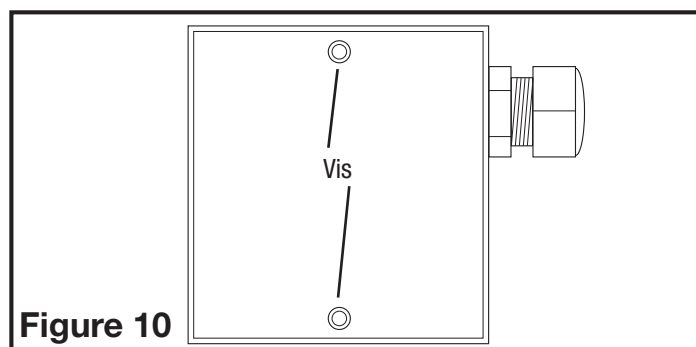

Figure 10
1. Retirez les vis de la plaque du couvercle de la boîte de raccordement située sur le côté du moteur (Figure 10).
- Retirez les vis qui fixent la plaque de recouvrement de la boîte à bornes située sur le côté du moteur (**Figure 10**).